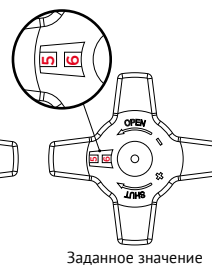

рис. 4
3. Откройте клапан до заданного значения, в качестве примера значение индикатора показывает 5,6 (**см. рис.4**).